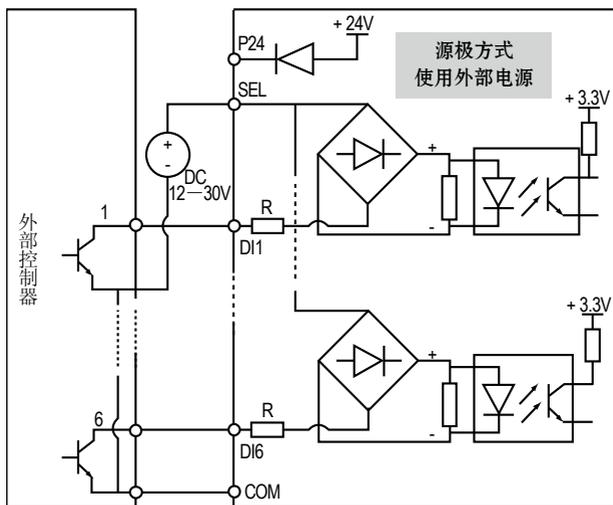

图 4-9 使用外部电源时输入信号源极输入接线示意图
1. 使用外部电源的源极连接方式，接线如图 4-9 所示。（注意去除 SEL 与 P24 端子间的短接片）